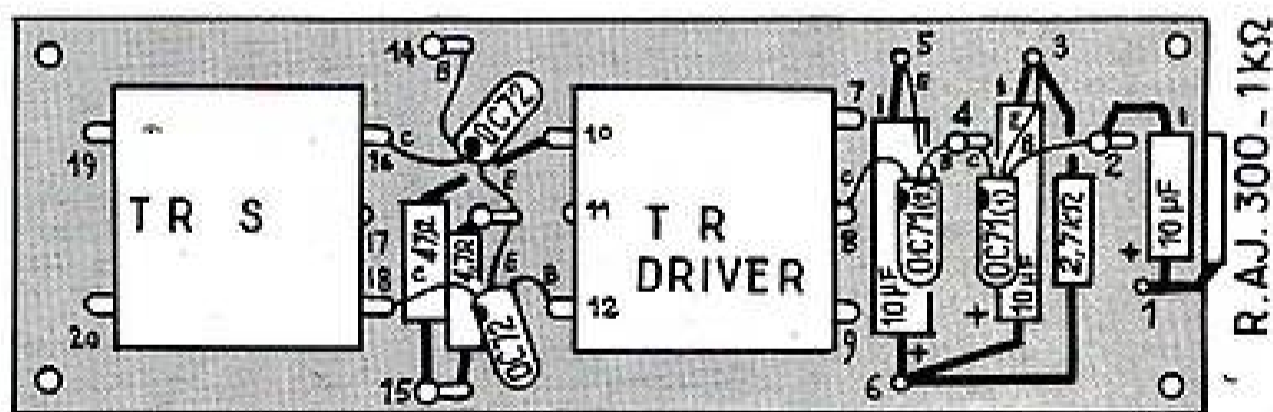

FIG. 3
Les plans de câblage de l'amplificateur sont donnés aux figures 3 et 4. Le montage s'exécute sur une plaque de bakélite de 12×4 cm sertie de cosses. Sur nos plans, afin de les repérer nous avons doté ces cosses de numéros. Sur la face représentée figure 3 on met en place les transfo Drivers et de sortie. Leur fixation se fait en soudant les picots de branchement sur certaines cosses de la plaquette. Pour le transfo Driver ces cosses portent les numéros 7, 8, 9, 10, 11, 12, pour le transfo de sortie 16, 17, 18, 19, 20.
Il faut alors mettre en place sur la face de la figure 3 les transistors. Les fils de branchement de ces organes sont coupés à environ 1 cm du corps. Pour l'OC71 (1)